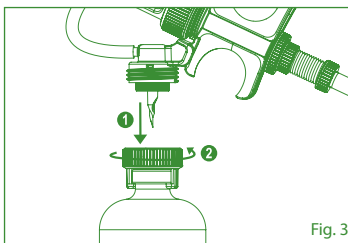

Fig. 3
3. Holding syringe upside down, pierce septum with needle. Screw the lock back on (Fig. 3). Do not overtight- risk of valve cartridge damage.
3. Halten Sie die Spritze kopfüber, durchstechen Sie das Septum mit der Nadel und schrauben Sie den Verschlussring wieder fest (Abb. 3). Überdrehen Sie nicht – Risiko einer Beschädigung der Ventilkartridge.
3. En tenant la seringue à l'envers, percez le septum avec l'aiguille et revissez la fixation (Fig. 3). Ne pas trop serrer – risque de dommage à la cartouche de dose.